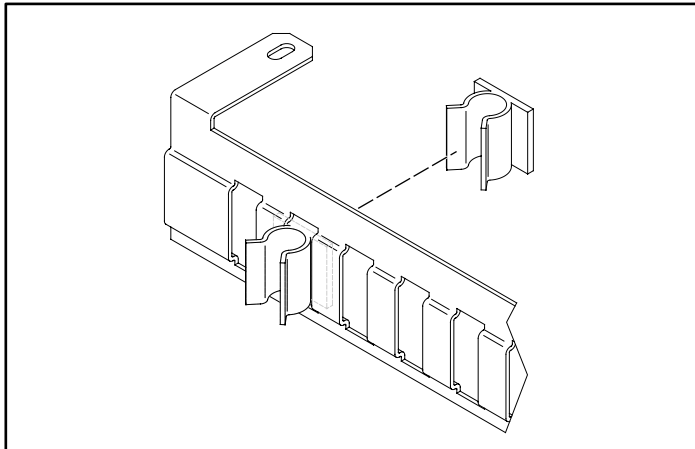

Figura 13: Installazione dei fermagli dei cavi
- Per le librerie ESL9000 a 8 unità, installare quattro fermagli in ogni morsetto iniziando dalla seconda posizione dal bordo sinistro del morsetto (vedere la Figura 13).